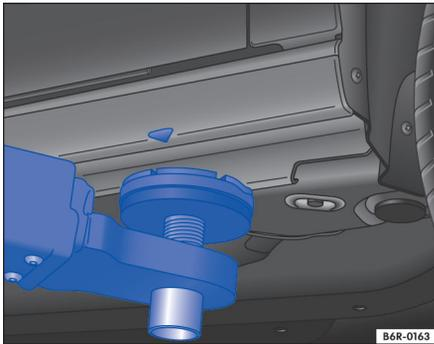
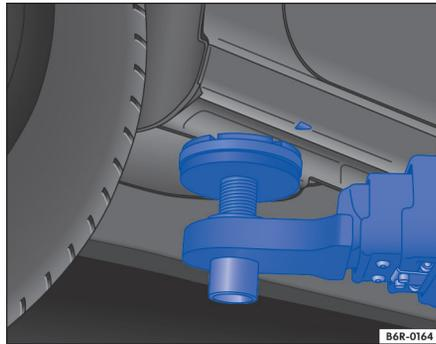

图 116 用举升机或千斤顶举升时的前部支撑点
图 117 用举升机或千斤顶举升时的后部支撑点
必须在图示举升点举升汽车 ⇒ 图 116 和 ⇒ 图 117。如不在规定举升点举升汽车，可能损坏汽车 ⇒ ，并可能严重致伤在场人员 ⇒ .
- 必须在图示举升点举升汽车 ⇒ 图 116 和 ⇒ 图 117。如不在规定举升点举升汽车，操作时（例如，拆卸发动机或变速箱时）汽车可能从举升架上掉落，严重致伤操作人员！